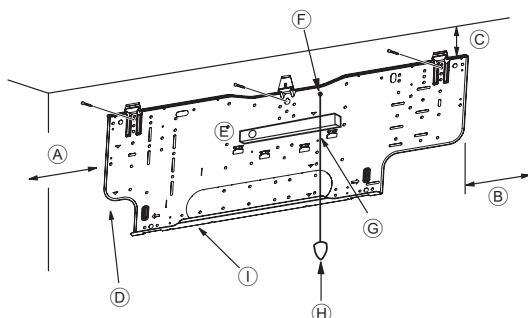
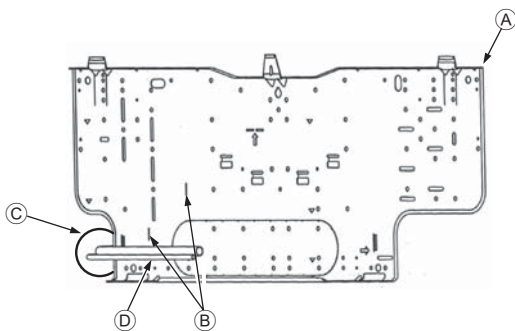

Рис. 3-4
Рис. 3-5
■ PKA-RP-HAL (Рис. 3-4)
- Ⓓ Крепежные винты (4 × 35) ②
- Ⓘ Монтажная плита ①
3.3. Встраивание труб в стены (Рис. 3-5)
- Ⓐ Монтажная плита ①